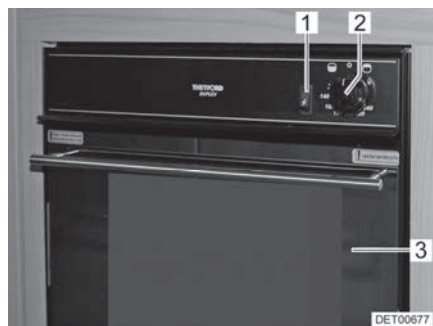
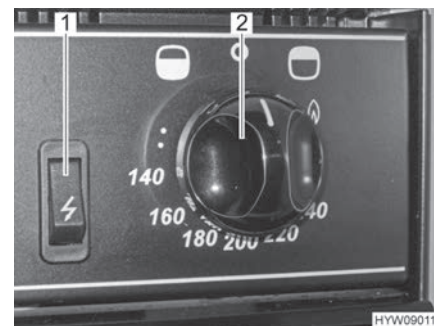

Fig. 131 Four à gaz avec grill
Fig. 132 Boutons de commande (four à gaz avec grill)
- Ouvrir complètement la porte du four (Fig. 131,3).
- Appuyer sur le bouton tournant (Fig. 131,2 et Fig. 132,2) et le régler à la puissance maximale en le faisant tourner dans le sens inverse des aiguilles d'une montre (en direction du symbole de four "☪").
- Enfoncer le bouton tournant (Fig. 131,2 et Fig. 132,2) et le maintenir enfoncé pendant 5 à 10 secondes. Le gaz s'écoule vers le brûleur.
- Appuyer sur l'interrupteur d'allumage (Fig. 131,1 et Fig. 132,1) jusqu'à ce que la flamme se consume.
- Appuyer sur le bouton tournant (Fig. 131,2 et Fig. 132,2) et le placer sur le symbole de la flamme "☪" en le faisant tourner dans le sens des aiguilles d'une montre (en direction du symbole de grill "☪").
- Placer le bouton tournant (Fig. 131,2 et Fig. 132,2) sur "O". La flamme s'éteint.